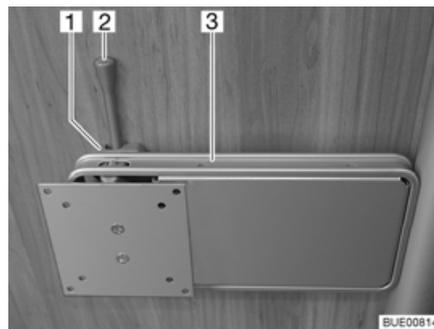

Fig. 90 Fijación en la columna
- Empujar la palanca de desbloqueo (Fig. 90,2) hacia el lado y girar el soporte (Fig. 90,3) junto con la pantalla plana a la posición deseada.
- Girar la pantalla plana hacia la posición inicial hasta que el soporte (Fig. 90,3) engatille en el bloqueo (Fig. 90,1).